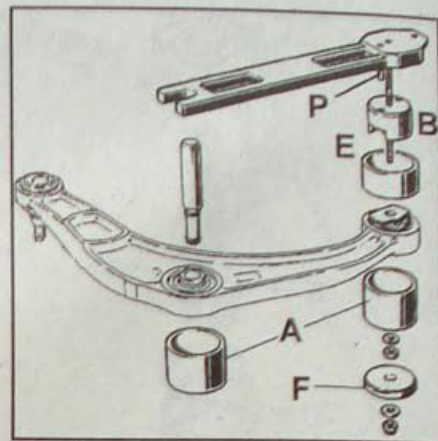

Рис. 10.13. Запрессовка заднего сайлент-блока в нижний рычаг передней подвески:
- Установите комплект (Е, рис. 10.13) на планку.